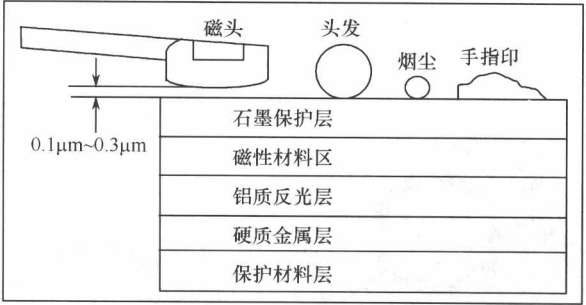

图 1-5 盘片结构及磁头高度示意图
- (1) 磁头、盘片及运动机构密封在盘体内。
- (2) 磁头在启动、停止时与盘片接触,在工作时因盘片高速旋转,带动磁头“悬浮”在盘片上面呈飞行状态(空气动力学原理),“悬浮”的高度约为 $0.1\mu\text{m} \sim 0.3\mu\text{m}$ 。这个高度非常小,图 1-5 标出了这个高度与头发、烟尘和手指印的大小比较关系,从这里可以直观地“看”出这个高度有多“高”。